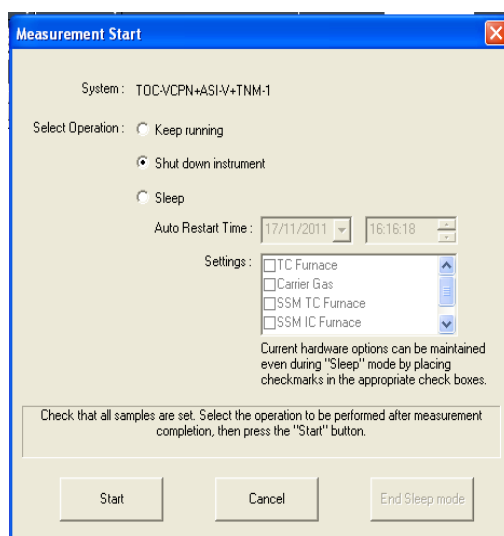

Figura 8.3.5 - Janela de início das análises programadas na planilha de injeções.
7. Para dar início às injeções da bateria programada na planilha, clicar em “Start”, e aparecerá uma janela como mostrado na Figura 8.3.5. Nesta janela existem as opções de ações após o término das análises da bateria da planilha, que são: “*keep running*” (quando se quer continuar operando o equipamento depois da bateria analisada); “*shut down instrument*” (quando se quer programar o desligamento automático do equipamento) ou “*sleep*”. Pode-se também programar a bateria para uma data específica, no campo “*auto start time*”, desde que o computador ligado ao equipamento esteja ligado e a linha de gás de arraste preparada. Após configurar estes parâmetros, clicar no botão “*start*” e o equipamento começará a realização das análises da bateria planejada na planilha de injeções.